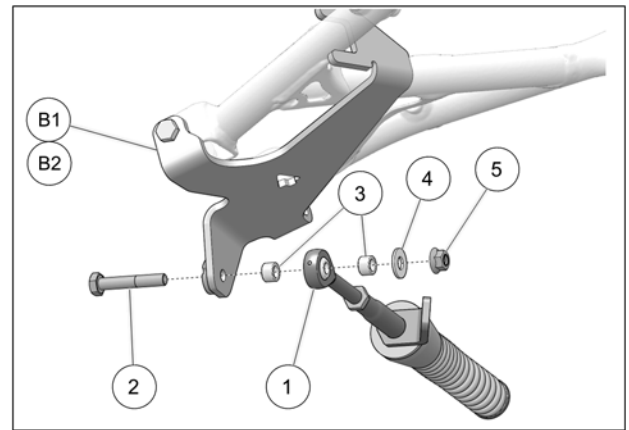

Fig. 10
10. Fixer le bras stabilisateur (1) à l'ancrage de suspension (B1-B2) à l'aide du boulon (2), des deux espaceurs (3), de la rondelle (4) et de l'écrou autobloquant (5). Serrer à un couple de 70 N•m [52 lb•pi]. Voir la Fig. 10